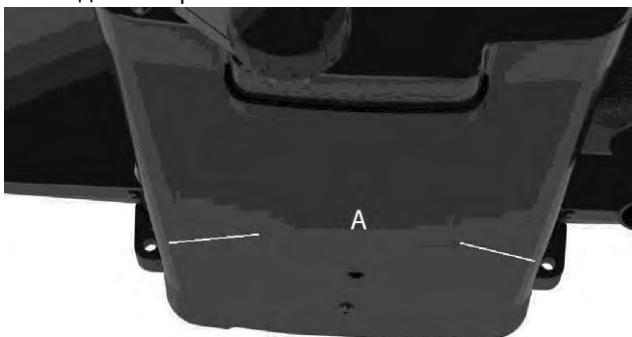

Рис. 3
Во время работы в случае возникновения вероятности опрокидывания, смещении или вибрации станка, его следует прикрепить к опорной поверхности, например, верстаку или столу. Для надежной установки станка предусмотрены четыре отверстия (2 из них показаны на рис. 3 (A)). Поверхность под установку станка должна быть идеально ровной.